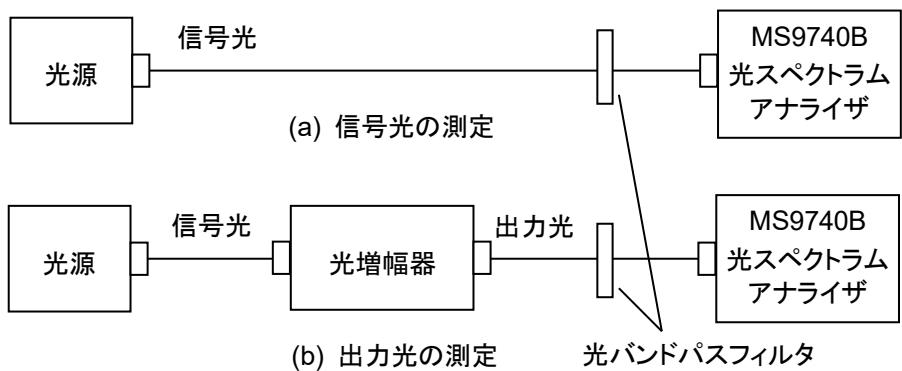

図 5.7.3-1 光増幅器の測定系
7. 図 5.7.3-1 (a) のとおりに接続して、信号光を本器に入力します。
16. 図 5.7.3-1 (b) のとおりに接続して、光増幅器の出力光を本器に入力します。